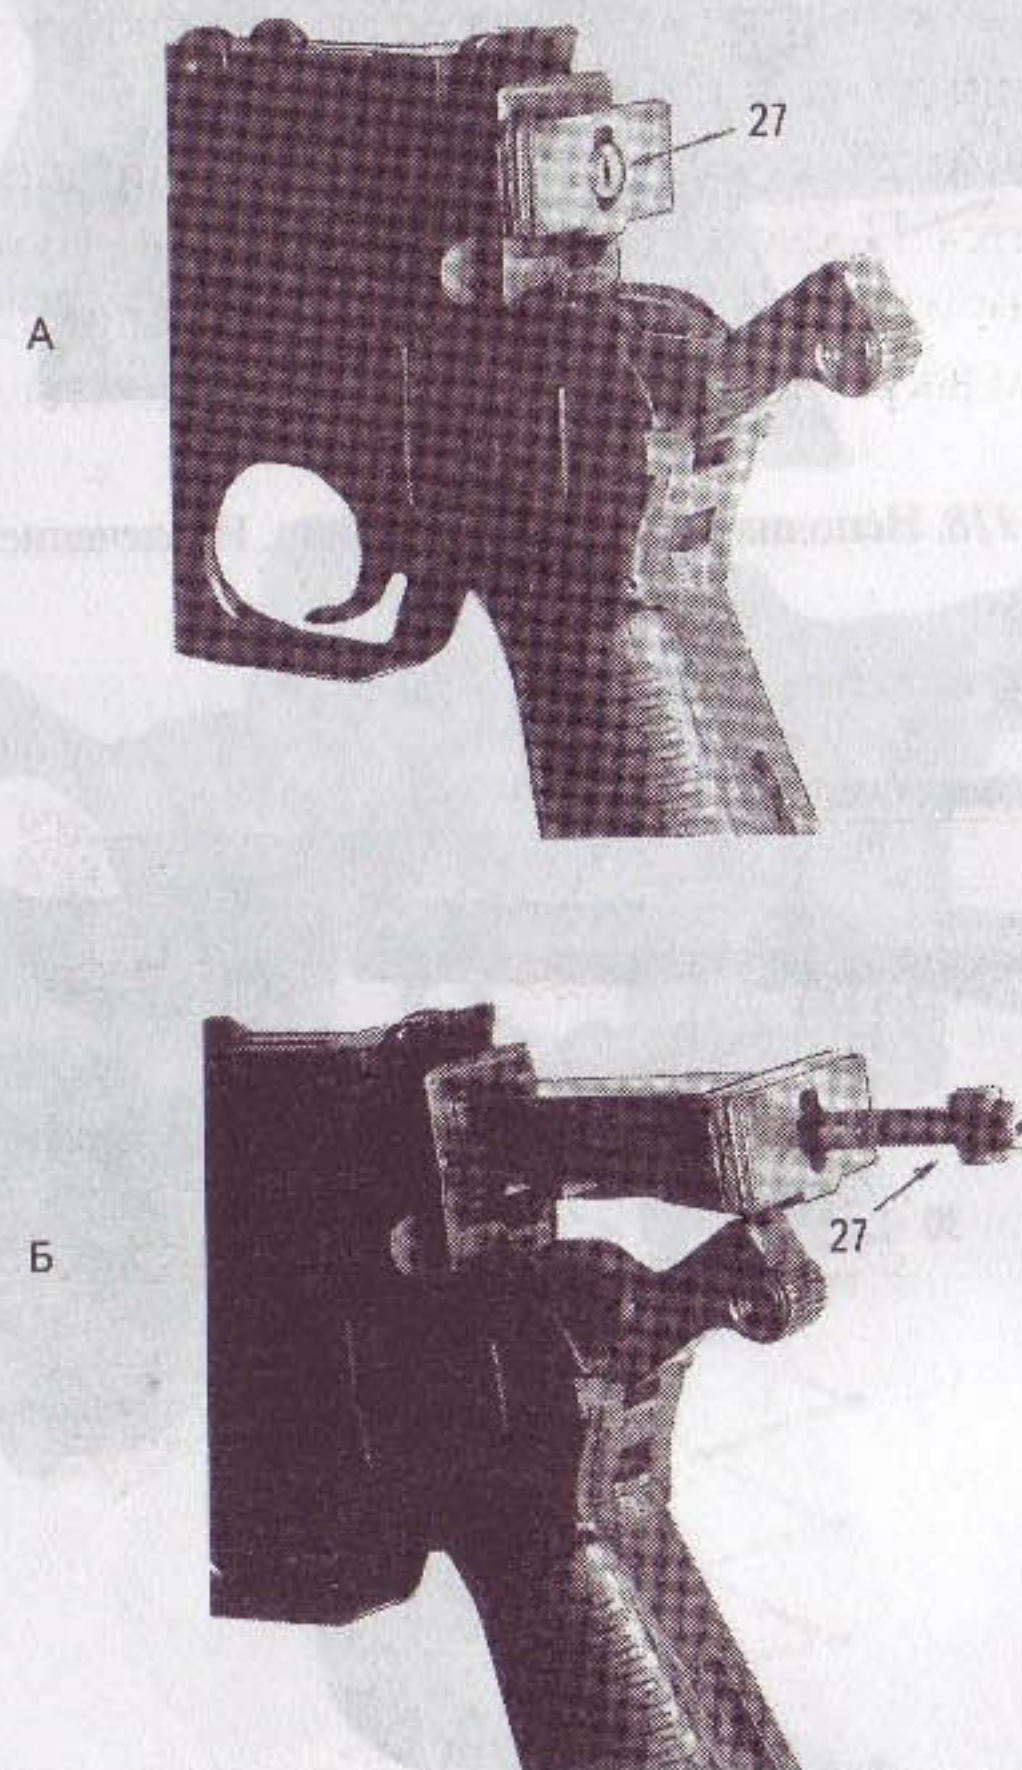

Рис. 117. Неполная разборка пистолета. Извлечение ударника
Разборка пистолета производится в последовательности действий, представленных на рис. 117—125, (а собирается оружие в обратном порядке):
- ◆ ударник (27) утопить отверткой и повернуть (рис. 117, А);
- ◆ ударник (27) извлечь (рис. 117, Б);